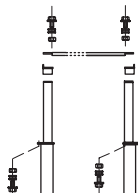

Рисунок 6 – Установка верхней балки
12. Установите верхнюю балку, как показано на рис. 6. Установите фотоэлектрический датчик и подключите его.